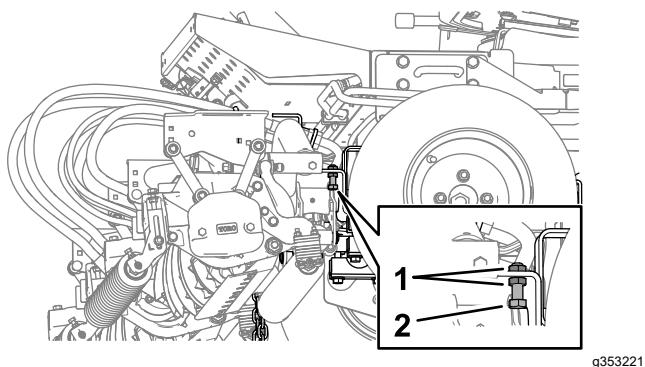

**Figura 25**
4. En la unidad de corte trasera, mida la distancia entre la correa de desgaste en la parte superior de la barra de desgaste de la unidad de corte trasera y el tope de amortiguación Figura 25